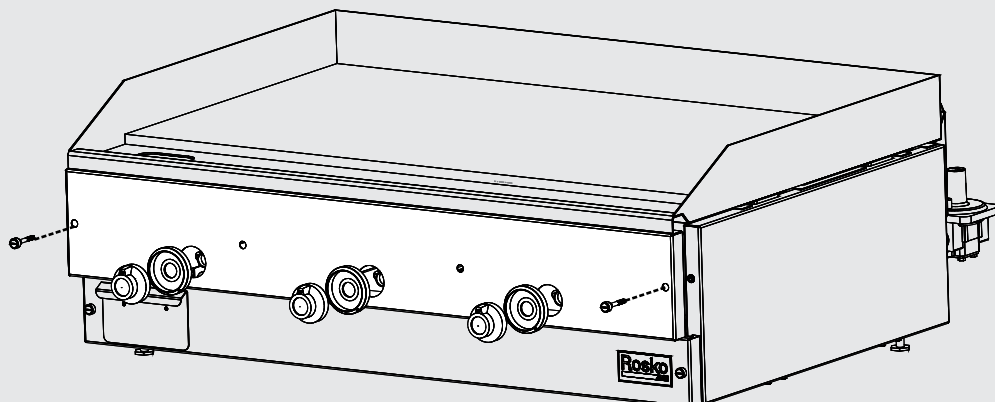

Figure 14
1. Pour mesurer la pression de gaz, retirer le(s) bouton(s) de thermostat(s), retirer l'anneau indicateur, dévisser les boulons sur la façade et retirer la façade supérieure. **(Figure 14)**